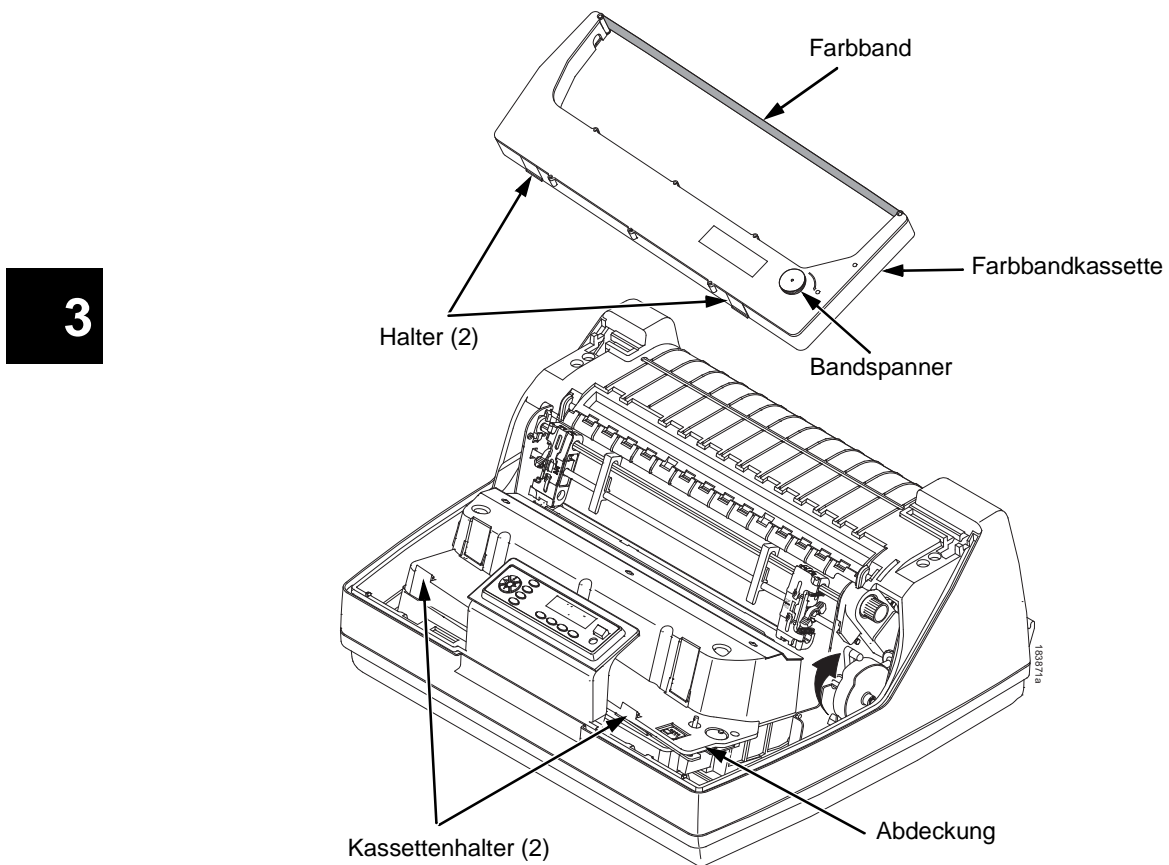

Abbildung 34. Einlegen der Farbbandkassette
5. Halten Sie die Kassette in einem solchen Winkel, dass die Ihnen näher gelegene Rückseite niedriger liegt als die Seite mit dem Band. Setzen Sie die zwei Halter an der Kassettenaußenseite in die entsprechenden Einschübe an der Abdeckung ein (siehe Abbildung 34).